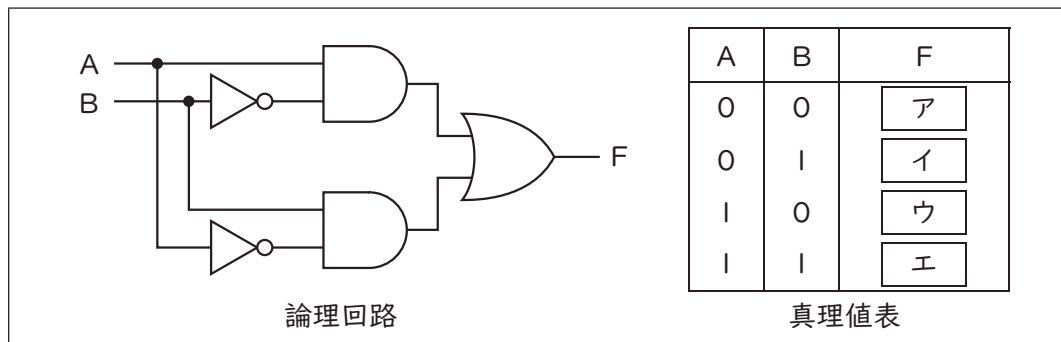

図 1
(6) 次の図 1 に示す論理回路の真理値表中の ～ に当てはまる値の組合せとして、最も適切なものを 1 ～ 5 から一つ選べ。解答番号は